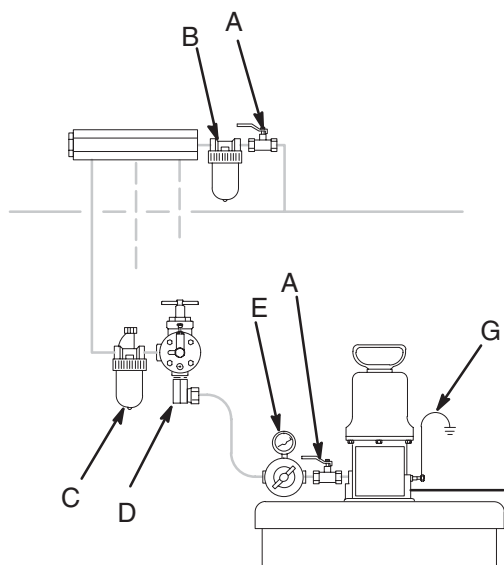

Abb. 4
Die Zubehörteile in der in Abb. 4 dargestellten Reihenfolge installieren. Nur den Luftregler (E) und ein Hauptluftventil (A) an der Pumpe befestigen. Alle anderen Zubehörteile auf getrennten Wandhalterungen befestigen, um die Belastung für den Pumpeneinlass zu verringern. Es ist zu beachten, dass ein Luftfilter (B) für mehrere Pumpen eingesetzt werden kann, wenn ein Luftverteiler nach dem Luftfilter angeschlossen wird.